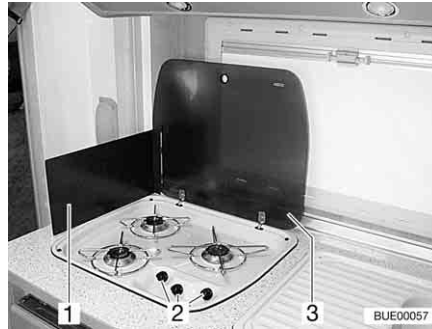

Bild 180 Gasspis
En värmesköld (Bild 180,1) skyddar möbler i närheten av gasspisen.
- Öppna gasspisens lock (Bild 180,3).
- Vrid vridregulatorn (Bild 180,2) till önskad låga till tändningsläge (stor låga).